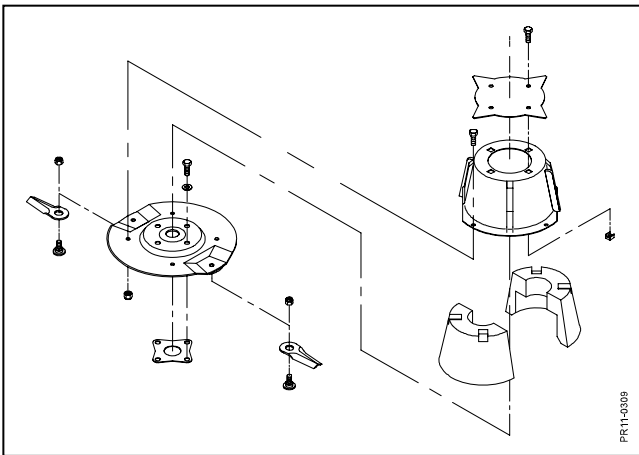

Fig. 5-6
- Fig. 5-6** Die beiden äußersten Flow-Verstärker sind, um Unwucht zu vermeiden, mit einer Schaum-Kunststofffüllung ausgelegt. Diese Blöcke dürfen nicht beschädigt werden, andernfalls füllen sich die Zylinder mit Staub und Schmutz.